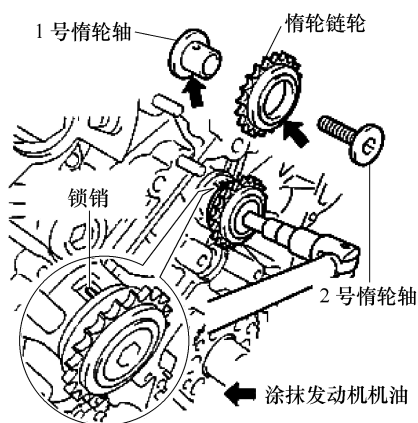

图 1-59 临时安装惰轮轴和惰轮链轮
② 临时安装1号惰轮轴和惰轮链轮及2号惰轮轴，同时使1号惰轮的锁销对准气缸体的锁销槽，如图1-59所示。
③ 用一把10mm的六角扳手紧固2号惰轮轴。